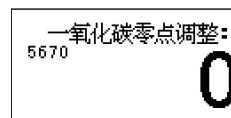

图 10 零点调整
- 调零点: 将 NANO 4S 的传感器部分置于清洁空气中 (即零气体), 在传感器设置界面进入相对应气体零点设置, 按下翻键或下翻键使主显示屏相对的气体指示“0”后 (如图 10 所示) 按确定键确定调零工作完毕。